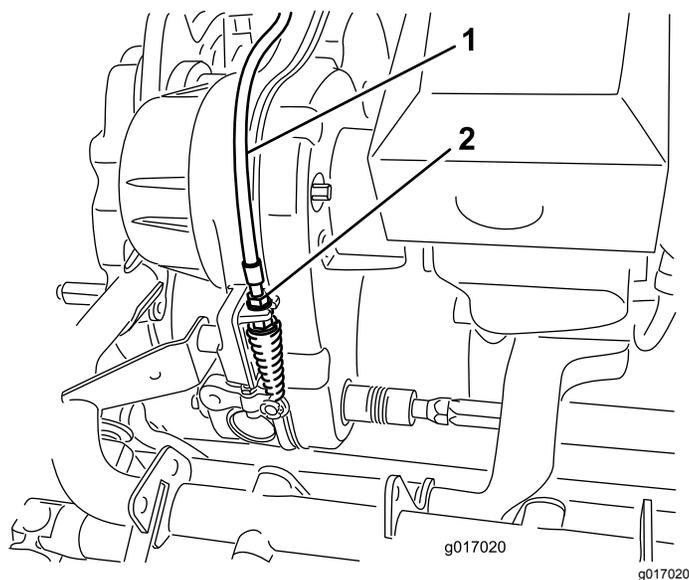

Figura 50
- 2. No anteparo da transmissão, ajuste o cabo de controlo do cilindro (Figura 50) para atingir um comprimento de mola de 70,6 a 72,4 mm.